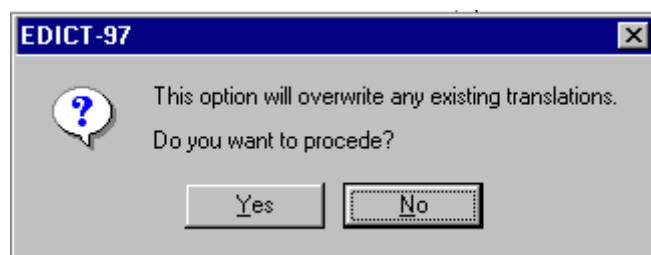

Fig. 13.55
- Pulse el botón importar, en la pantalla del editor de idioma, y cargue el archivo de texto. Una casilla de diálogo le advertirá que al importar un archivo se sobrescribirá la traducción existente. Vea la Fig. 13.55. Para continuar, pulse sí.